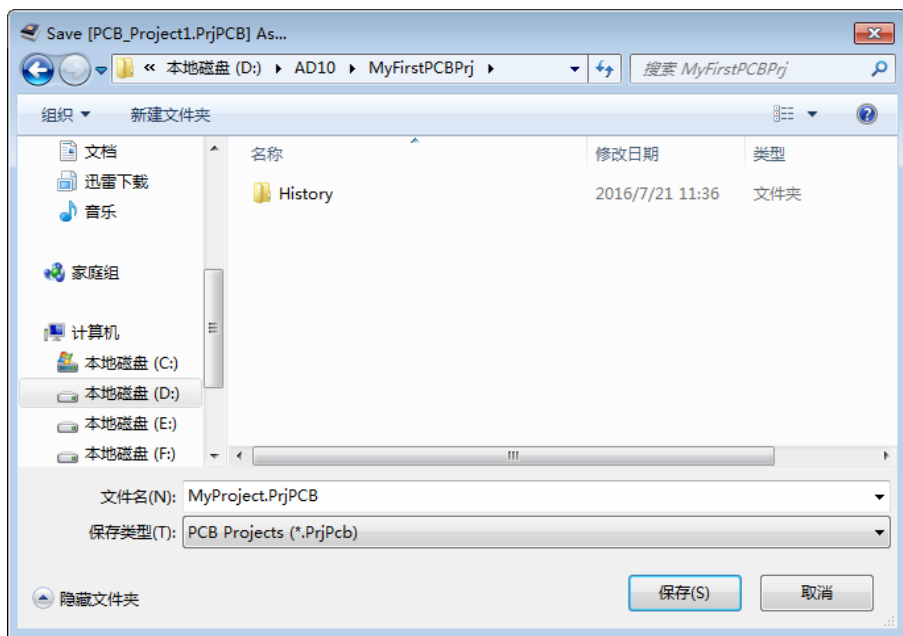

图 2-3 命名并保存 PCB 工程
(2) 移动光标到该工程名称上，单击鼠标右键，在弹出的快捷菜单中选择 Save Project 命令，开启保存工程对话框。
(3) 在保存工程对话框中，定位到工程文档存放路径并输入工程文档名，本例将路径设为 D:\AD10\MyFirstPCBPrj，工程文档名称设为 MyProject.PrjPCB，如图 2-3 所示。